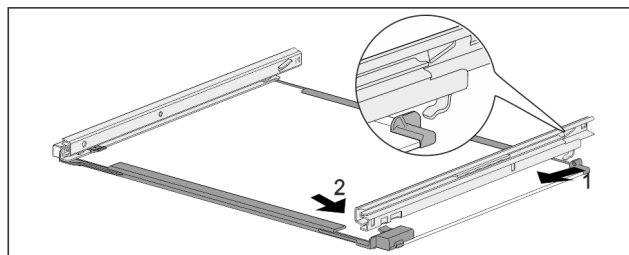

Fig. 158 Glasplatte mit Schienen
- Schiene hinten einhaken. Fig. 158 (1)
- Schiene vorne einrasten. Fig. 158 (2)